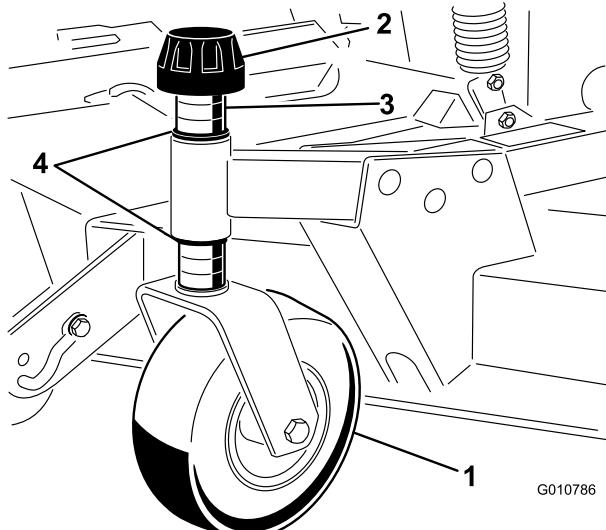

Figura 8
1. Retire el casquillo tensor del eje y retire el eje del brazo de la rueda giratoria delantera (Figura 8).